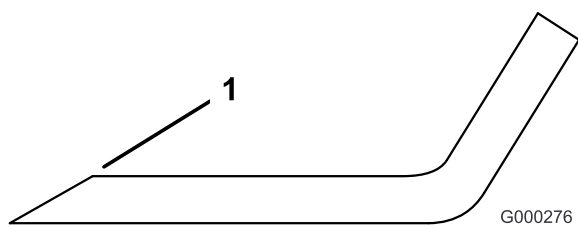

Рисунок 67
1. Заточите режущие кромки на обоих концах ножа (Рисунок 67). Сохраняйте исходный угол. Нож сохраняет балансировку, если с обеих режущих кромок снимается одинаковое количество материала.